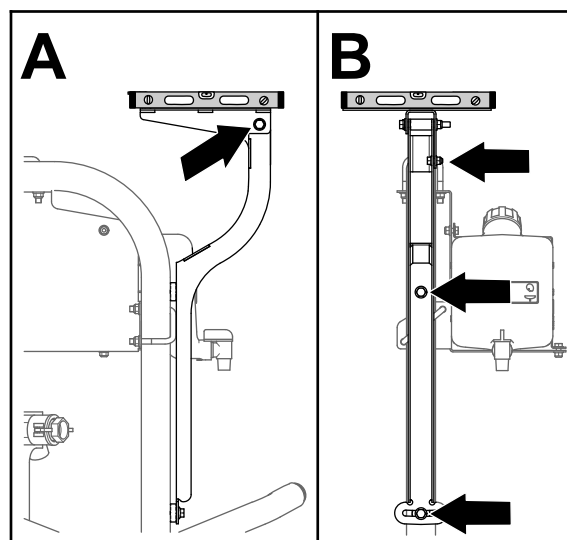

Figure 157
- Mettez le socle du récepteur de niveau à droite et à gauche (Figure 157).
5. Mettez le socle du récepteur de niveau à l'avant et à l'arrière (Figure 157).